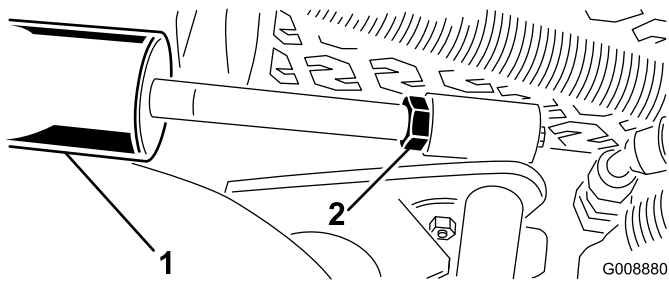

Figure 10
- A. Abaissez les tabliers de coupe et desserrez l'écrou de blocage sur le vérin (Figure 10).